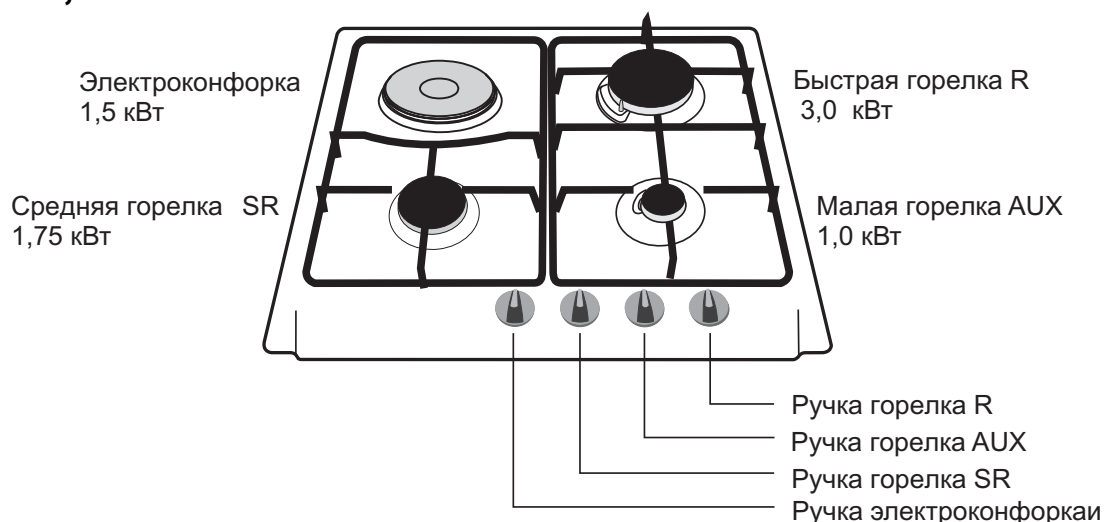

Рис. 3
6. После установки варочной поверхности можно установить под столешницей горизонтальную перегородку «А» (рис. 3), которая предохранит пользователя от случайного соприкосновения с горячей нижней поверхностью панели.